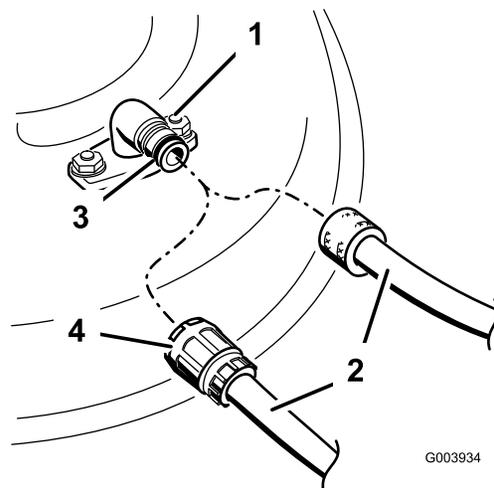

Bild 59
3. Montieren Sie die Schlauchkupplung auf die Kupplung am Mähwerk-Spülanschluss und drehen Sie das Wasser mit starkem Druck auf (Bild 59).